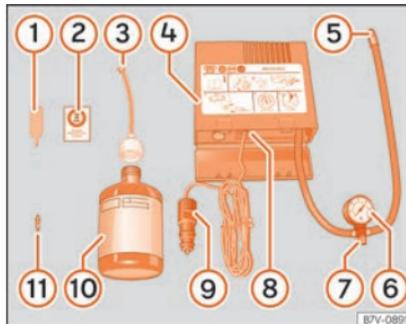

Abb. 71 Prinzipdarstellung: Bestandteile des Pannensets
• Ventilkappe und Ventileinsatz vom Reifenventil abschrauben. Verwenden Sie den Ventileinsatzdreher »» Abb. 71 ① zum Heraus-schrauben des Ventileinsatzes. Legen Sie den Ventileinsatz auf einem sauberen Untergrund ab.
• Reifendichtmittelflasche kräftig schütteln »» Abb. 71 ⑩.
• Schrauben Sie den Einfüllschlauch »» Abb. 71 ③ auf die Dichtmittelflasche. Die
• Verschlussstopfen vom Einfüllschlauch »» Abb. 71 ③ entfernen und das offene Ende ganz auf das Reifenventil stecken.
• Ventileinsatz mit dem Ventileinsatzdreher »» Abb. 71 ① wieder in das Reifenventil schrauben.
• Reifenfüllschlauch »» Abb. 71 ⑤ des Luftkompressors fest auf das Reifenventil schrauben.
• Prüfen, ob die Luftablassschraube »» Abb. 71 ⑦ zuge dreht ist.
• Stecker »» Abb. 71 ⑨ in die 12 Volt-Steckdose des Fahrzeugs stecken »»  Seite 170.
• Luftkompressor mit dem EIN- und AUS-Schalter »» Abb. 71 ⑧ einschalten.
- Kleben Sie den Aufkleber »» Abb. 71 ② im Sichtfeld des Fahrers auf das Kombiinstrument.